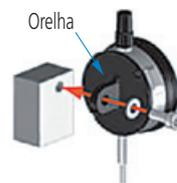

Fig. 3
3. Fixe o instrumento pela orelha num suporte quadrado com apoio plano perpendicular. (Fig. 3)